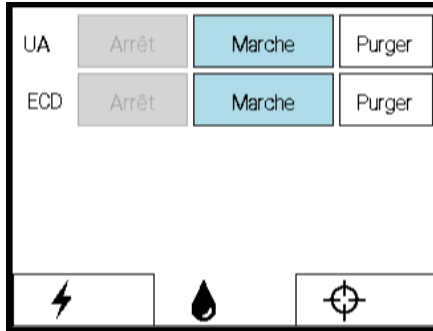
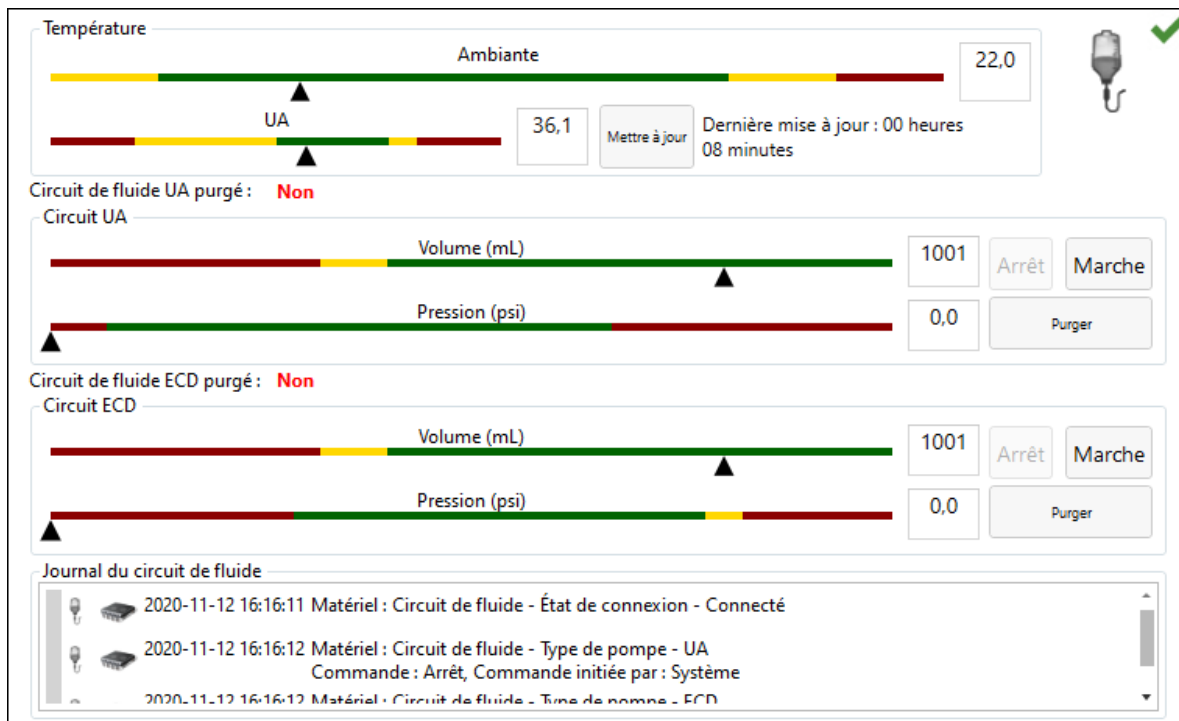

Figure 13 : Écran du PSIB - Onglet du circuit de fluide
Figure 14 : Encadré informatif du circuit de fluide dans l'espace de travail Configuration du logiciel TDC
5. Sur l'écran du PSIB, choisir l'onglet **Circuit de fluide** (Figure 13) et purger les pompes de l'UA et de l'ECD. Cela peut aussi être effectué depuis la TDC en appuyant sur **Purger** à côté du quadrant Circuit de fluide (Figure 14). Les pressions des circuits de fluide de l'UA et de l'ECD (comme observé sur l'interface du logiciel TDC) peuvent fluctuer à mesure que l'air est purgé des lignes de l'UA. Les purges de l'UA et de l'ECD peuvent s'effectuer simultanément. La purge dure environ deux minutes.
- h. Si la pompe de purge est toujours allumée, arrêter la pompe depuis l'écran du PSIB (ou de la TDC) en cliquant sur le bouton **Arrêt** dans la section Circuit UA (Figure 14).